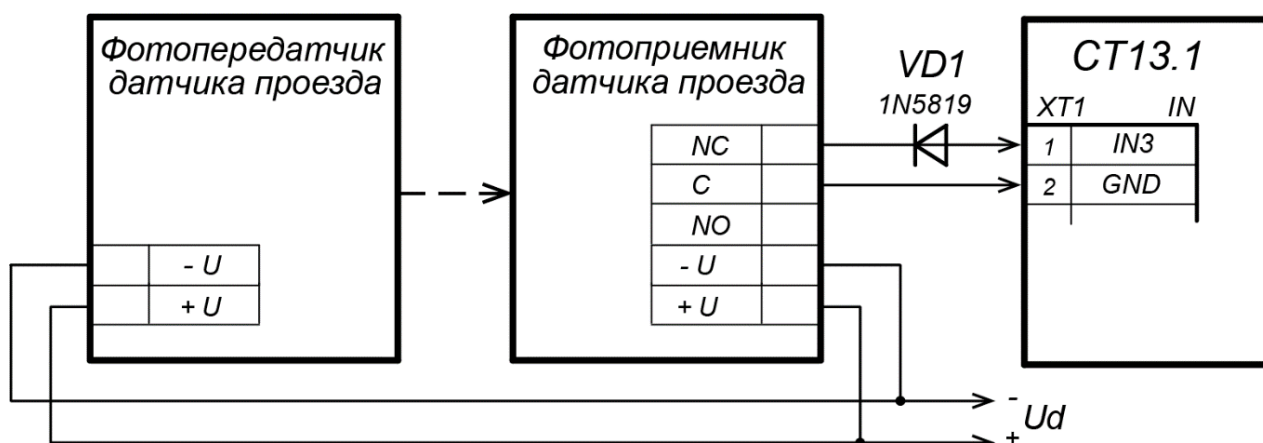

Рисунок 18. Пример схемы подключения датчика проезда
3. Датчик проезда подключается к клеммной колодке **XT1** нижней платы контроллера согласно схеме, представленной на рис. 18. Для подключения используйте тип кабеля №4 (см. табл. 4). При подключении нескольких датчиков их выходы включаются последовательно.